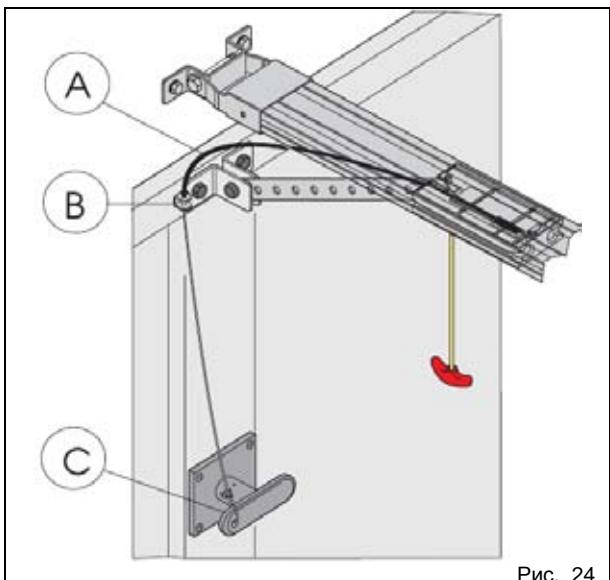

Рис. 24
- 1) Обрезать защитную трубку тросика до нужного размера (рис. 24, поз. А).
- 2) Протянуть тросик через защитную трубку и через ушко крепления (рис. 24, поз. В).
- 3) Конец тросика обрезать до нужной длины и привязать к рычагу отпирающего устройства с внутренней стороны ворот (рис. 24, поз. С).